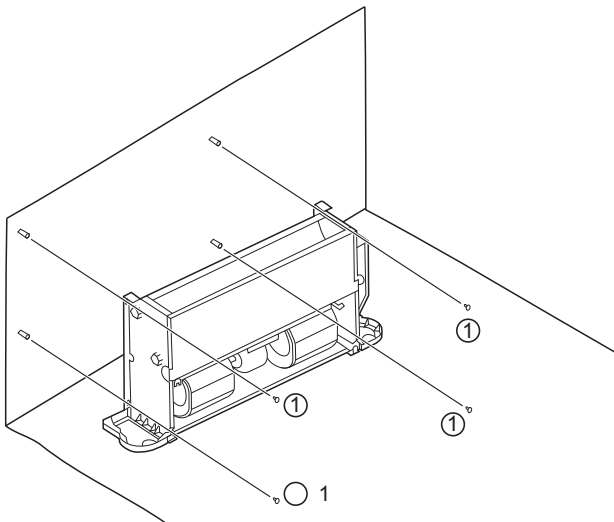

Abb. 5-2 Befestigung des Gerätekörpers
Wie in Abbildung 5-2 dargestellt, sind vier Schrauben (1) in geeignetem Mauerwerk zu befestigen.